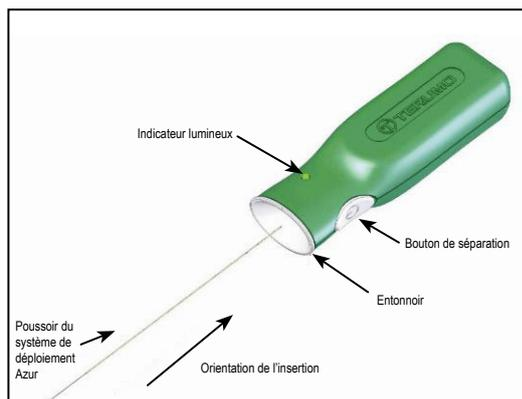

Figure 2 – Système de contrôle de la séparation AZUR
15. Avant d'utiliser le dispositif, retirer de l'emballage l'extrémité proximale du poussoir du système de déploiement. Veiller à ne pas contaminer cette extrémité du poussoir du système de déploiement avec des substances étrangères telles que du sang ou du produit de contraste. Insérer fermement l'extrémité proximale du poussoir du système de déploiement dans la partie en forme d'entonnoir du système de contrôle de la séparation AZUR. Voir Figure 2. **Ne pas appuyer sur le bouton de séparation pour le moment.**
35. Relier l'extrémité proximale du poussoir du système de déploiement au système de contrôle de la séparation AZUR en insérant fermement l'extrémité proximale du poussoir du système de déploiement dans la partie en forme d'entonnoir du système de contrôle de la séparation AZUR. Voir Figure 2.